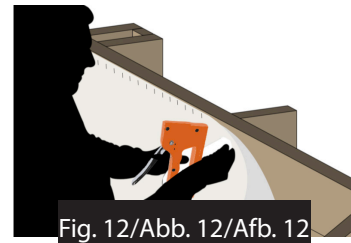

Fig. 12/Abb. 12/Afb. 12
- Positionner les agrafes tous les 20 cm (figure 12)
• Setzen Sie alle 20 cm eine Heftklammer (Abb. 12).